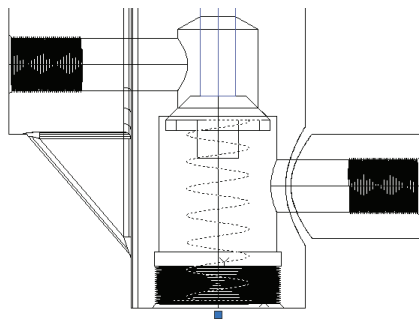

图 11-175 差集后的弹簧 (二)
12) 差集处理: 单击“实体编辑”工具栏中的“差集”按钮 , 将弹簧实体与上一步创建的圆柱实体进行差集。如图 11-175 所示。